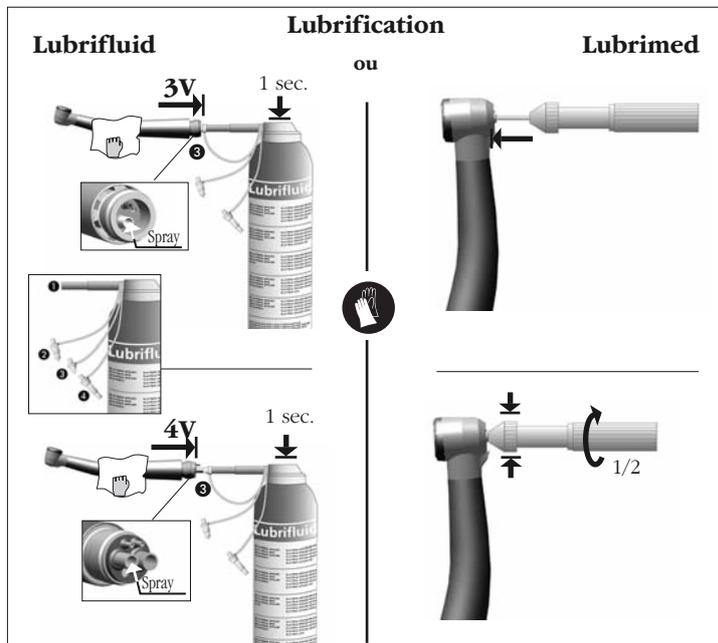

fig. 8
**Lubrifiant ou graisse médicale Lubrimered.** Lubrifier avec l'un ou l'autre (ne pas mélanger) avant chaque stérilisation ou au minimum 2 fois par jour fig. 8.